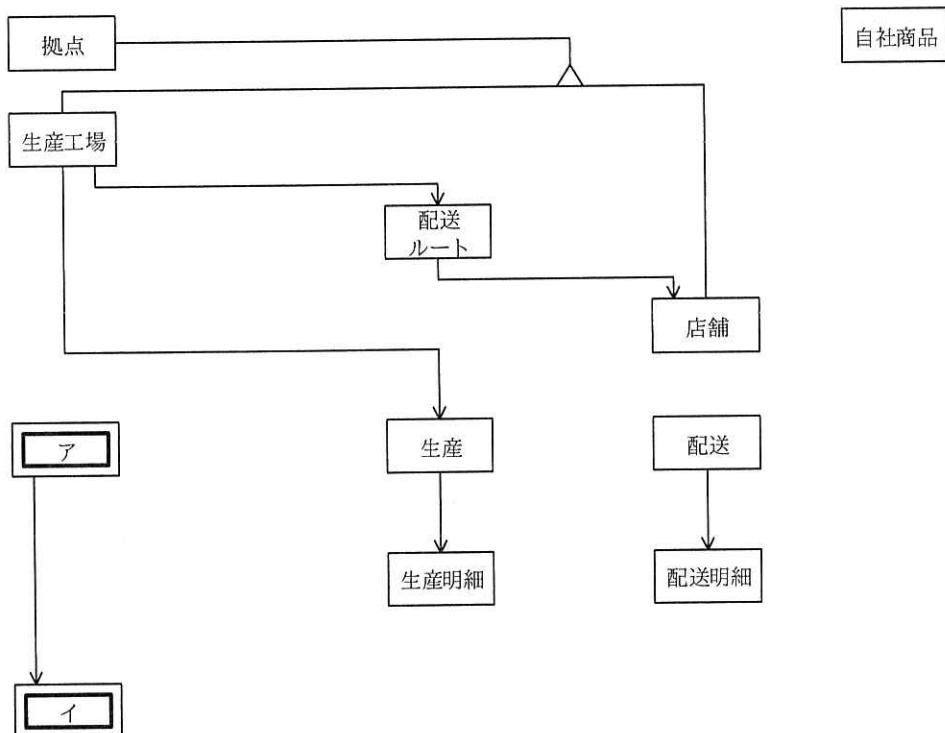

図 1 概念データモデル（未完成）
〔現状業務の概要〕についての概念データモデルを図 1 に、関係スキーマを図 2 に示す。
設問1 図1, 2について、(1), (2)に答えよ。
- (1) 図1の概念データモデルは未完成である。図1中の ア , イ に入れる適切なエンティティタイプ名を答えよ。また、必要なリレーションシップを全て記入し、概念データモデルを完成させよ。